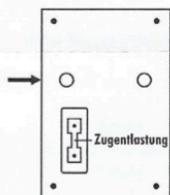

Abb. 2
- Öffnen Sie den Wassermelder, indem Sie die beiden Seiten des Gehäuses nach innen drücken (s. Pfeile Abb. 2) und den hinteren Gehäusedeckel abheben.
- Abb. 2).